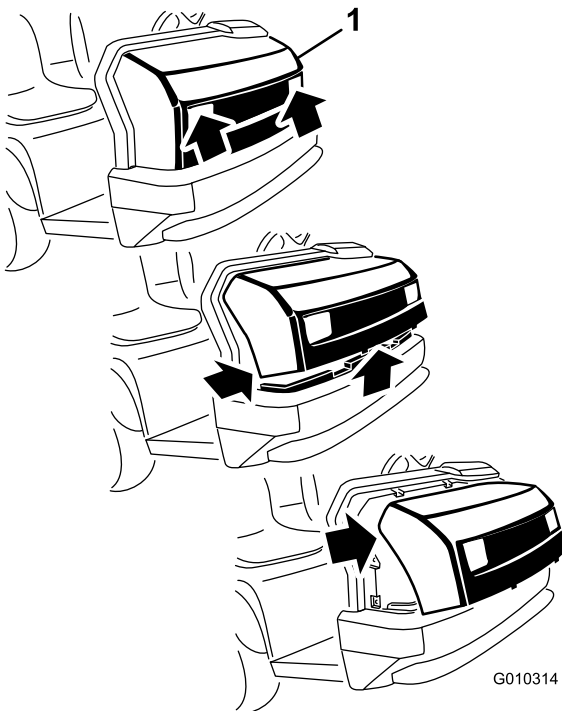

Bild 35
1. Fassen Sie die Motorhaube in den Scheinwerferöffnungen an und heben sie an, um die unteren Befestigungslaschen aus den Rahmenschlitzzen zu heben (Bild 35).
2. Drehen Sie die Unterseite der Motorhaube nach oben, bis Sie die oberen Befestigungslaschen aus den Rahmenschlitzzen ziehen können (Bild 35).
3. Drehen Sie die Oberseite der Motorhaube nach vorne und ziehen Sie die Kabelanschlüsse von den Scheinwerfern ab (Bild 35).